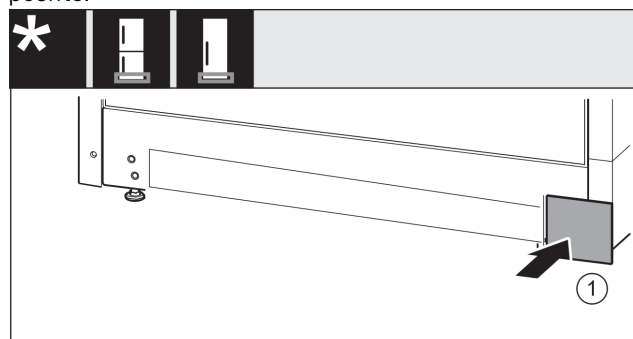

Fig. 23
- Vendosni sërish në vend kapakun mbulues Fig. 23 (1) në anën tjetër.